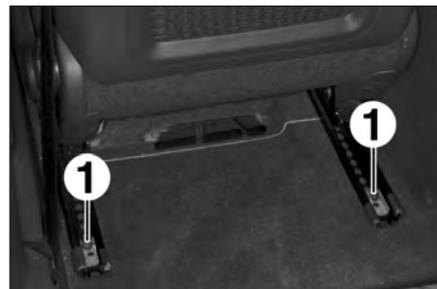

FIG.42
- Déposer les vis arrière (1) du siège (Fig.42).